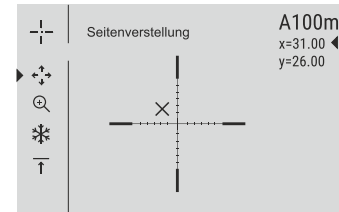

Abb.5
- Falls die Treffpunktlage mit der Zielpunktlage (mit Absehenmitte des Zielfernrohrs) nicht zusammenfiel, halten Sie die Taste **M (4)** gedrückt, um ins Hauptmenü zu übergehen.
- In der Bildschirmmitte erscheint ein Hilfskreuz , oben rechts erscheinen Koordinaten X und Y des Hilfskreuzes (**s. Abb. 5**).
- Halten Sie das Absehen im Zielpunkt und drücken Sie die Tasten **UP (3)** und **DOWN (5)** um das Hilfskreuz zu schieben, bis es mit dem Treffpunkt zusammenfällt.
- Um die Bewegungsrichtung des Hilfskreuzes von waagrecht auf senkrecht zu wechseln, drücken Sie kurz die Taste **M (4)**.